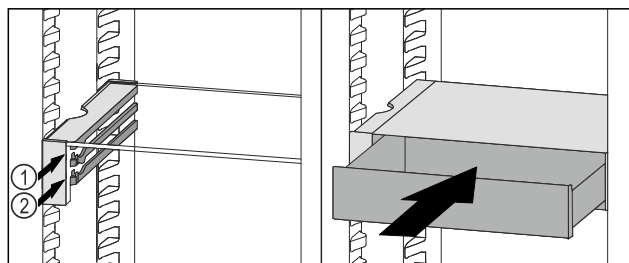

Fig. 146
- Поставете чекмеджето на VarioSafe зад ограничителите върху желаното ребро Fig. 146 (1) или Fig. 146 (2).